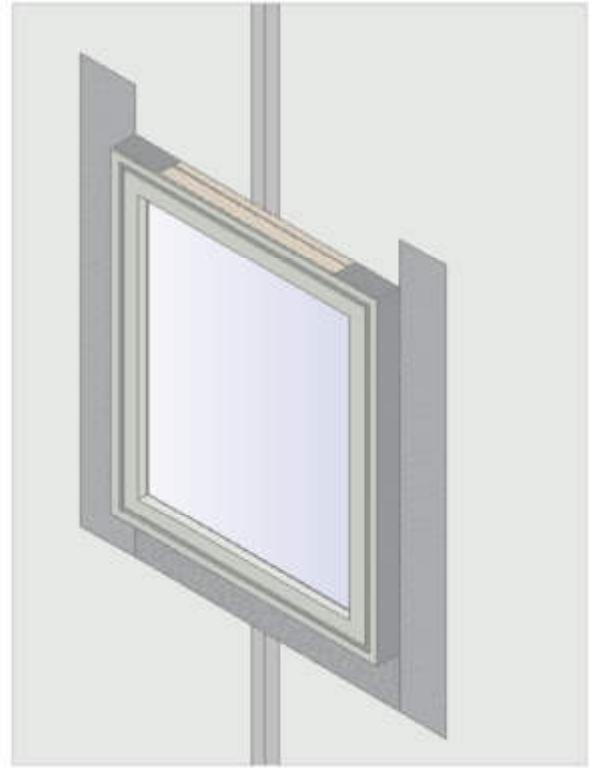

Figura 11
- Repita el procedimiento para la otra jamba (figura 11).